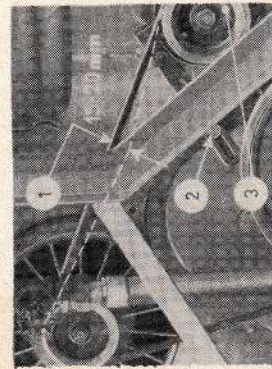

Bild 17
5. 109 KEILRIEMENSPPANNUNG (Bild 17)